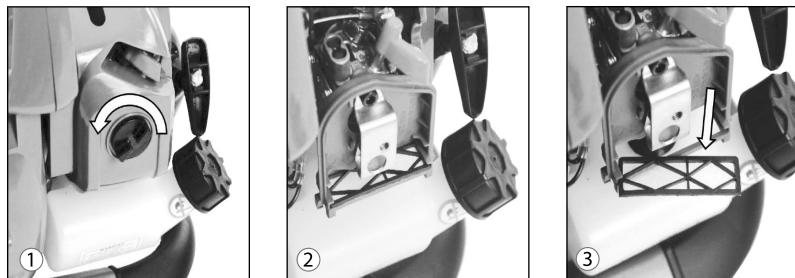

Рис. 8
Огляніть двигун, бак і шланги на предмет можливих витоків. Завжди усуваєте витоки, перш ніж проводжувати роботу. Огляніть ребра охолодження на предмет накопичення бруду та сміття, очистіть за необхідності. Перевірте всю машину на наявність пошкоджень, втрат або відсутніх компонентів або кріплень. Відремонтуйте або замініть за необхідності. Кожні 10 годин, або частіше в запилених умовах, повітряний фільтр потребуватиме очищення. Відкрутіть фіксуючий гвинт кришки повітряного фільтра (1). Зніміть кришку, щоб відкрити повітряний фільтр (2). Зніміть повітряний фільтр (3) (Рис. 8).